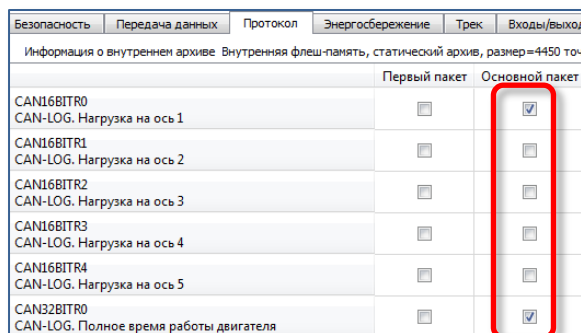

Рисунок 15. Выбор параметров для отправки на сервер мониторинга
- 3.6. для отправки полученных данных на сервер мониторинга перейдите на вкладку «Настройки» -> «Протокол» Конфигуратора, настройте основной пакет на передачу выбранных тэгов на сервер (Рис. 15) и нажмите кнопку «Применить»;